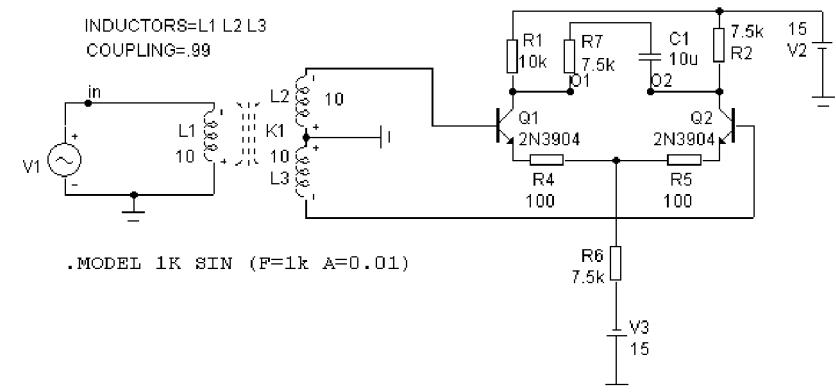

Рис. 3. Дифференциальный каскад с подключённой к выходным зажимам RC-цепочкой
4. Добавить цепь R7 C1 на выход схемы для устранения постоянной составляющей выходного сигнала (рис.3).